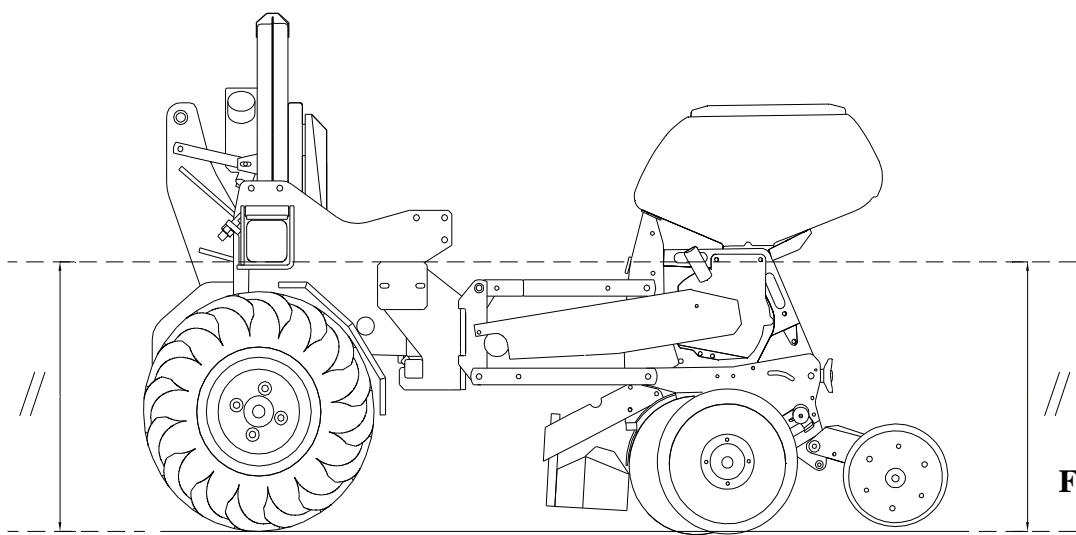

Fig. 4
- Aplomb : ajuster la longueur du tirant 3ème point pour que, semoir posé au sol, la face supérieure du tube de châssis soit parallèle au sol (fig. 4).